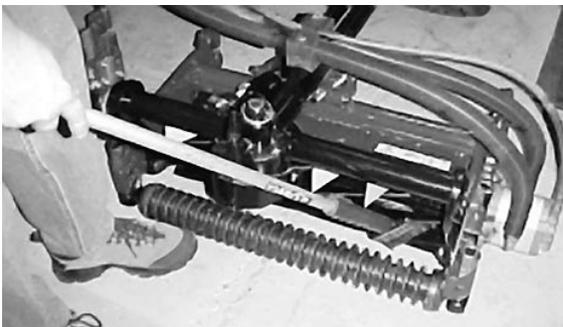

Figure 57
8. Appliquer une couche de produit de rodage à l'aide d'un long pinceau (Réf. Toro 29-9100). Ne jamais utiliser de pinceau court (Fig. 57).